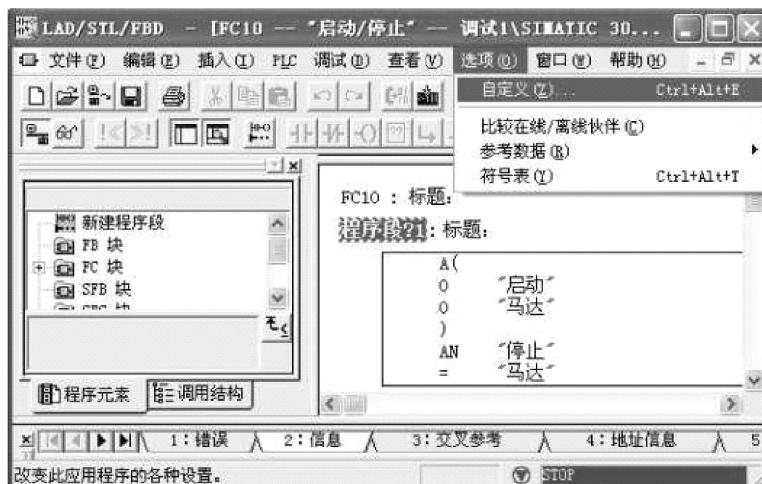

图 3-58 打开自定义界面
1) 在程序块界面中，单击菜单栏的“选项”→“自定义”，如图 3-58 所示。